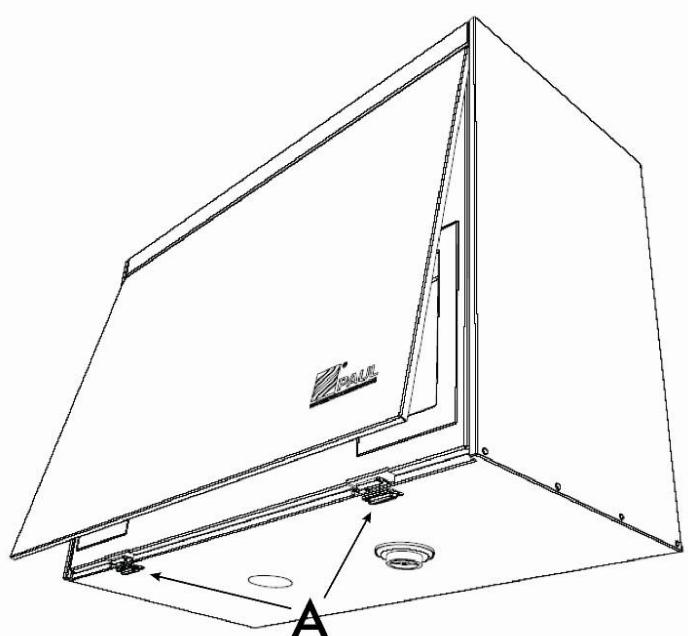

図 30 スプリングロックを押す
3. 図 30 に従い、隅から表面カバー板を最大 15 度開けます。